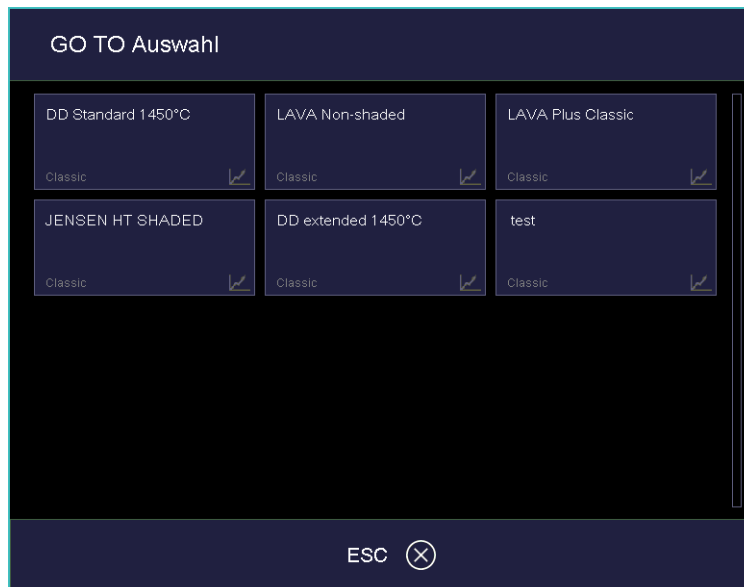

Fig. 5-8 Fenster "GOTO Auswahl" (Beispiel)
- [GO TO] Öffnet das Fenster "GO TO Auswahl". Siehe Fig. 5-8. Sie können ein anderes Programm innerhalb des Sets auswählen.
<ul style="list-style-type: none">• [GO TO]	Öffnet das Fenster "GO TO Auswahl". Siehe Fig. 5-8. Sie können ein anderes Programm innerhalb des Sets auswählen.
• [GO TO]	Öffnet das Fenster "GO TO Auswahl". Siehe Fig. 5-8. Sie können ein anderes Programm innerhalb des Sets auswählen.